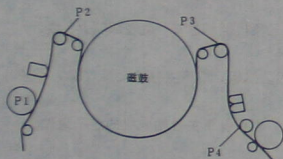
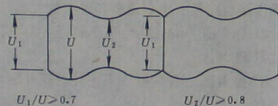

图 1-33 导杆加载状态图
图 1-34 RF 包络图的技术要求
3) 参看图 1-33,用校准磁带 VFJ8125H3F 进行放象,边观察示波器上显示的波形(磁头放大器和亮度(2)电路板上 TP3503 端的信号),边调整杆 P2 和 P3,使示波器上显示的 RF 包络线尽可能地平缓些,即要求  $U_1/U \geq 0.7$ ,  $U_2/U \geq 0.8$ ,如图 1-34 所示。